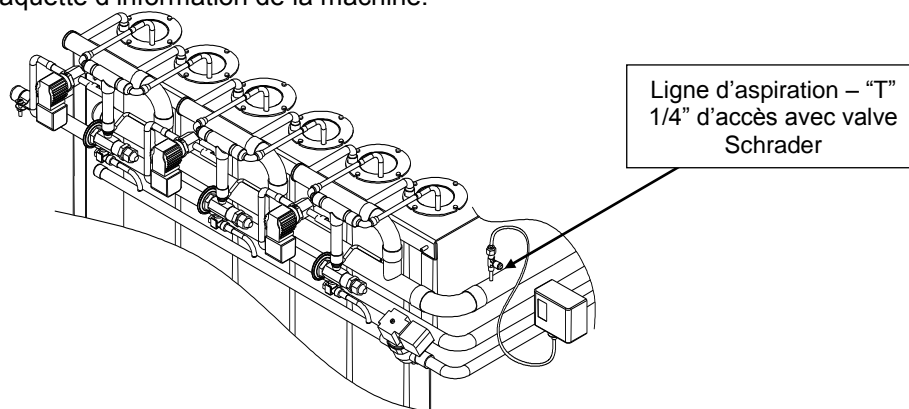

FIGURE 4-6
- Au cas où il faut plus de 10 secondes pour que l'indicateur de niveau s'éclaircisse, l'ensemble manque de réfrigérant. Ajouter du réfrigérant au système au port d'aspiration du compresseur ou à la garniture d'accès 1/4" sur la ligne d'aspiration. (Voir Figure 4-6)